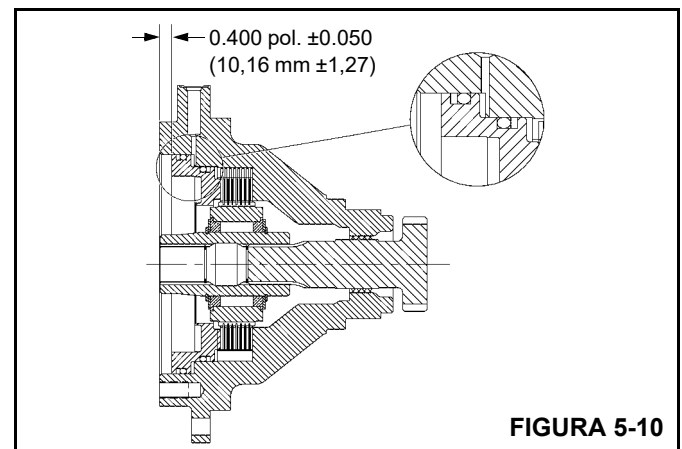

FIGURA 5-10
12. Instale uma nova vedação (item 7-7) no alojamento do freio. Se o alojamento do freio for removido do guincho, instale temporariamente a engrenagem solar de entrada (item 38) no alojamento do freio e deslize o conjunto do acionador/embreagem sobre a estria da engrenagem solar.
14. Após a instalação, verifique a espessura do freio para determinar se as dimensões estão dentro da tolerância mostrada na Figura 5-10. Se a medição for superior à mostrada, alguns discos de atrito e placas de estator não foram instalados ou os discos de atrito estão desgastados além das tolerâncias aceitáveis. Se a medição for inferior à mostrada, muitas placas ou muitos discos foram inseridos ou eles não estão assentados adequadamente.